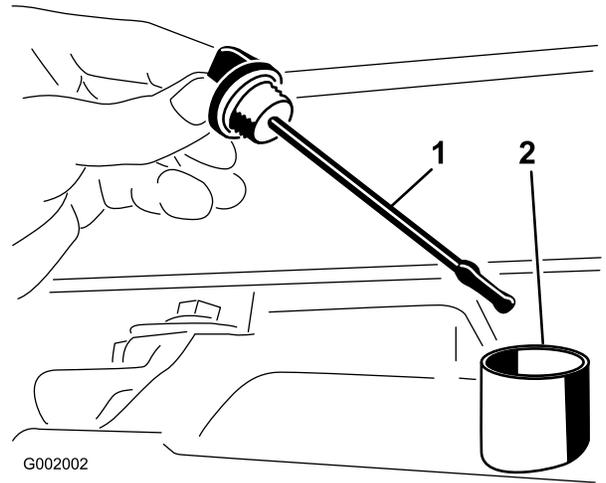

図 37
2. トランスアクスルのディップスティックを抜き、ウェスで一度きれいに拭く(図 37)。